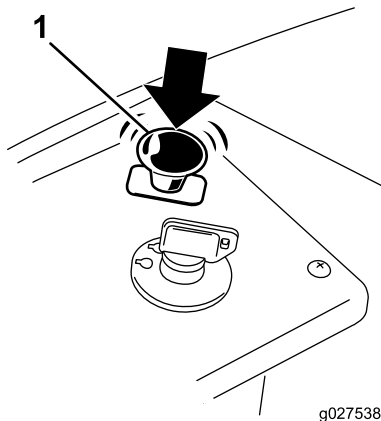

Figura 13
1. Desengrane las cuchillas moviendo el mando de control de las cuchillas a Desengranado (Figura 13).